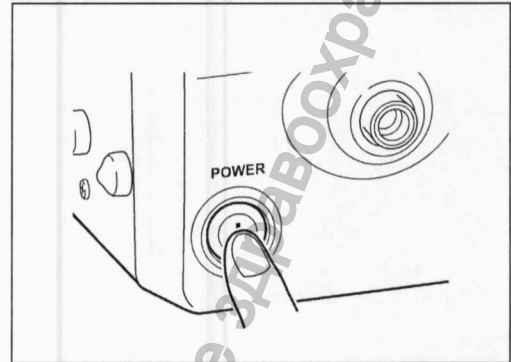

Рисунок 5.1
- 1 Нажмите кнопку  в передней части видеопроцессора. (см. рисунок 5.1.)